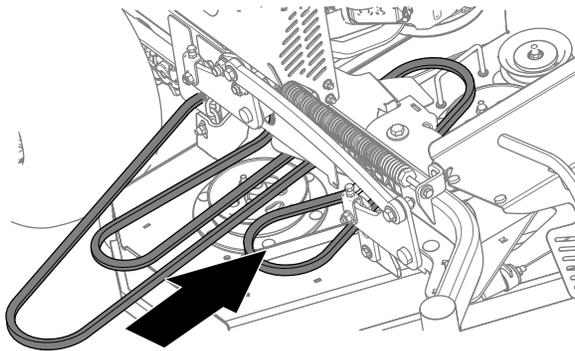

Figura 78
1. Montate la cinghia sul piatto (Figura 78).